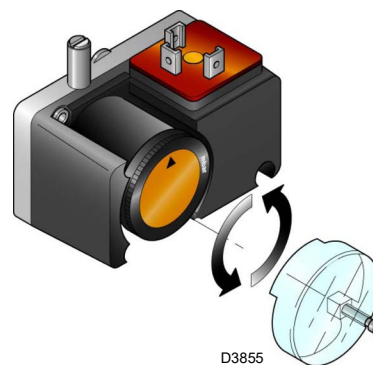

Abb. 34
- Regeln Sie den Druckwächter zur Kontrolle der Dichtheit (Kit PVP)(Abb. 34 auf Seite 36), wenn vorhanden, gemäß den dem Kit beiliegenden Anweisungen.
Regeln Sie den Druckwächter zur Kontrolle der Dichtheit (Kit PVP) (Abb. 34), wenn vorhanden, gemäß den dem Kit beiliegenden Anweisungen.